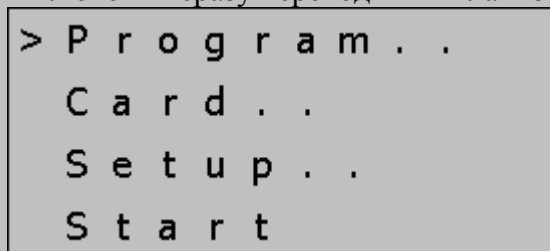

Рис. 5.2.3. Главное меню программируемого реле
«Главное меню» (см. рис. 5.2.3) соответствует состоянию реле STOP и используется для настройки реле, ввода и запуска новой программы. Перед выполнением лабораторной работы необходимо перейти к «Главному меню» программируемого реле. В зависимости от исходного состояния реле (п. 5.2.1.) возможны следующие варианты:
Для перехода к «Главному меню» (см. рис. 5.2.3) нажмите кнопку «ESC» на панели реле.
3). Программа загружена в реле, но ее выполнение остановлено (режим STOP). Программируемое реле при включении сразу переходит к «Главному меню» рис. 5.2.3.
При загрузке из программного модуля он устанавливается в разъем на лицевой панели реле до подключения питания. При включении питания программа из модуля автоматически считывается в память реле, замещая находившуюся там ранее программу. При снятии программного модуля программа сохранится в памяти реле. При подключении программного модуля к работающему реле загрузка программы (или ее считывание из реле в программный модуль) производится через пункт Card.. «Главного меню» (см. рис. 5.2.3).